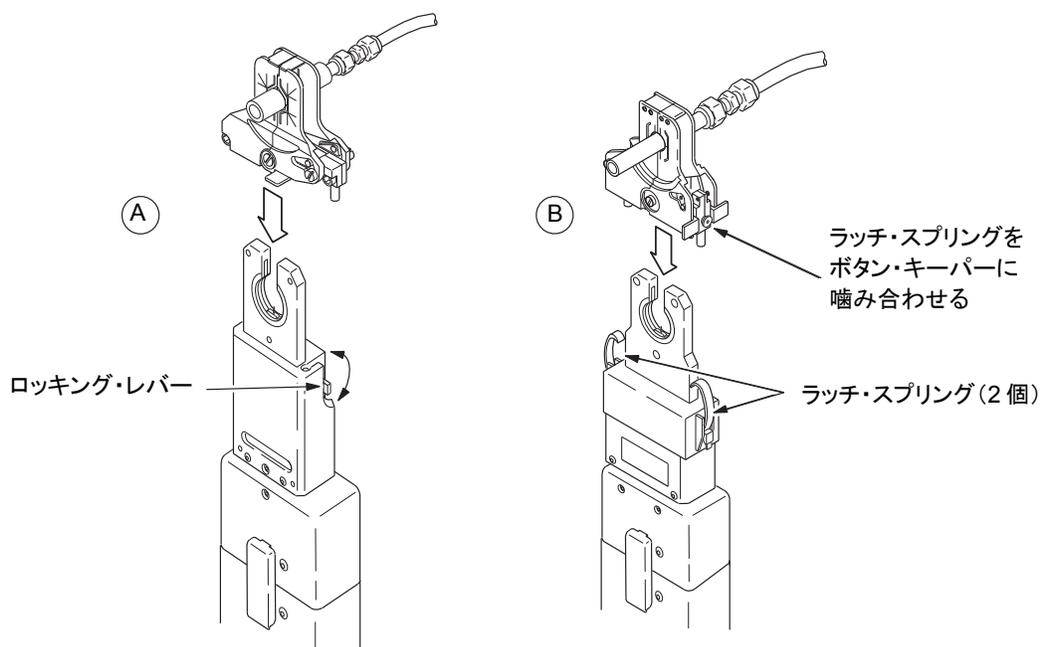

図19: マイクロ・ウェルド・ヘッドへのフィクスチャーの取り付け
- シリーズ4のマイクロ・ウェルド・ヘッドの場合、フィクスチャーがしっかりと差し込まれていることを確認します。ロッキング・レバーを90°まわして、フィクスチャーをマイクロ・ウェルド・ヘッドにしっかりと取り付けます(図19のA)。
- シリーズ8のマイクロ・ウェルド・ヘッドの場合、2個のラッチ・スプリングを、フィクスチャー側のボタン・キーパーに噛み合わせ、ラッチ・レバーを閉じます(図19のB)。